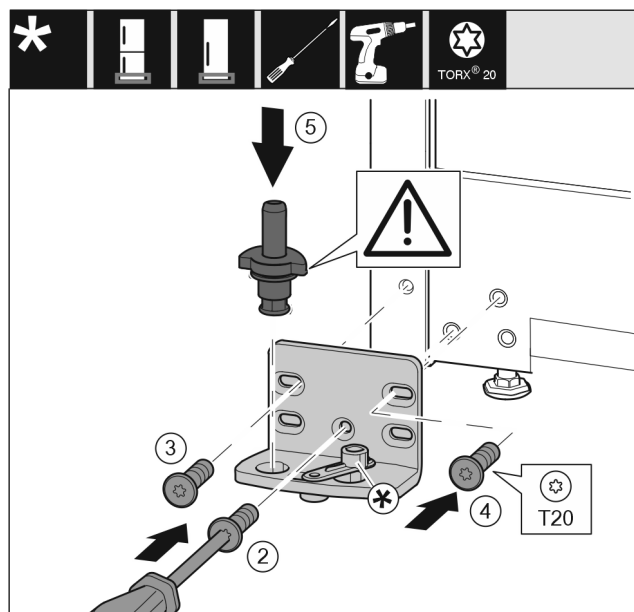

Fig. 18
- Ležajni podstavek namestite na drugo stran in ga po s pomočjo izvijača. Pričnite z vijakom Fig. 18 (2) spodaj na sredini.
- Privijte vijak Fig. 18 (3) in vijak Fig. 18 (4).
- Vstavite ležajni sornik Fig. 18 (5) do konca. Pri tem pazite na to, da je zaskočni zapah obrnjen nazaj.